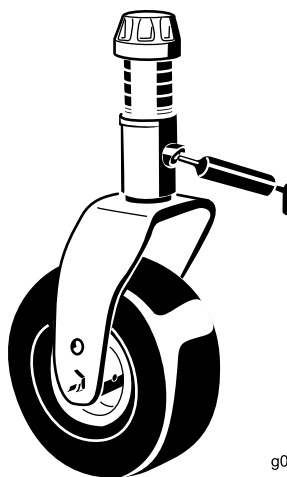

図 40
- キャスタ・フォークのシャフトのブッシュ2ヶ所 (図 40)